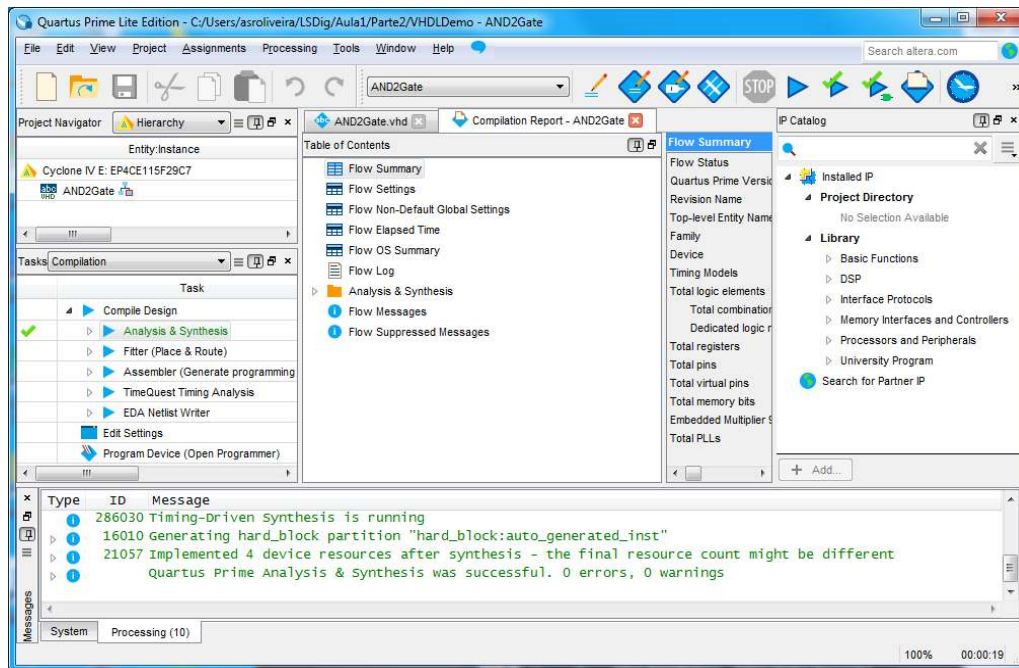

Figura 36 – “Quartus Prime” IDE após a execução da “Analysis & Synthesis”.
6. Seguidamente vai ser validado por simulação o comportamento da porta lógica modelada. No entanto, antes de efetuar a simulação, execute a opção “Analysis & Synthesis” para que a correção sintática e estrutura do projeto sejam analisadas. Após a execução da “Analysis & Synthesis” o IDE deve apresentar o aspeto da Figura 36.